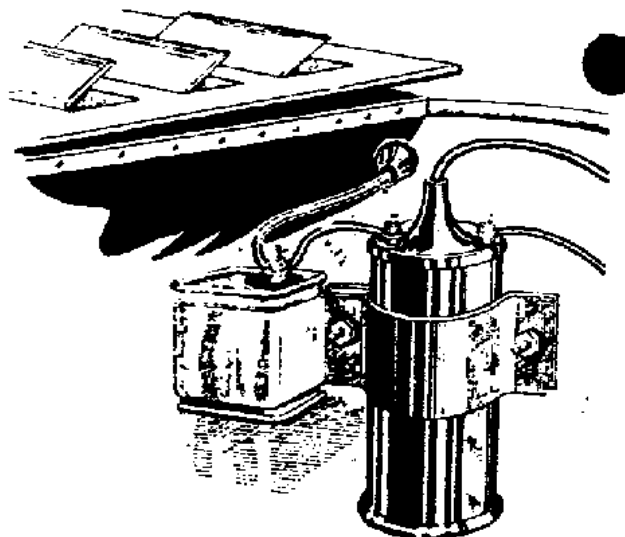

Fig. 23
- b) Indien de bobine onder de motorkap tegen den scheidingswand is gemonteerd, dan moet deze worden losgenomen, waarna de scheidingswand en de beugel van de bobine ter plaatse waar deze onderling contact maken, goed blank worden geschuurd. Klem dan den beugel van den condensator onder een van de bevestigingsbouten van de bobine vast en leid den primaire kabel van de bobine over den condensator (zie fig. 23).